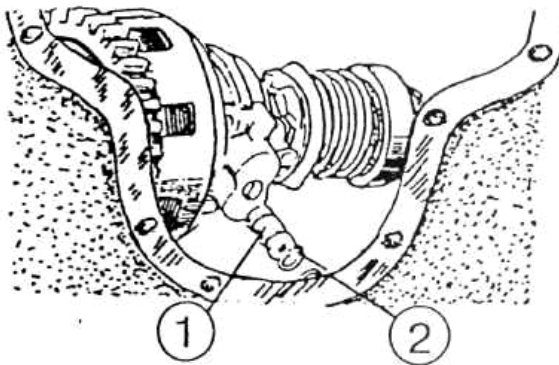

Рисунок 5.51
- 4.1) через правое боковое окно корпуса КП демонтируйте втулку (1) (**рисунок 5.51**) с уплотнительными кольцами (2);